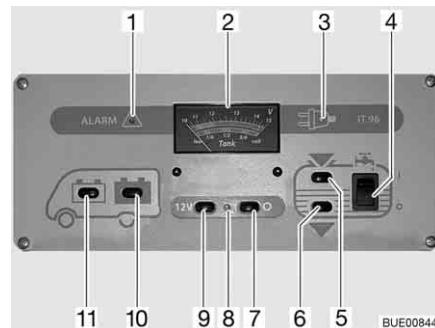

Bild 154 Panel IT 96-2
Med huvudbrytaren 12 V (Bild 154,7 och 9) kopplas panelen och bodelens 12 V-försörjning till eller från.
**Slå på:** ■ Tryck på knappen (Bild 154,9) "12 V": 12 V-försörjningen för bodelen är påslagen. Kontrolllampan (Bild 154,8) lyser grönt.
**Slå från:** ■ Tryck på knappen (Bild 154,7) "O": 12 V-försörjningen för bodelen är avstängd. Kontrolllampan (Bild 154,8) slocknar.
Med instrumentet V/tank (Bild 154,2) avläses den övre skalan. Instrumentets belysning tänds automatiskt när en knapp trycks in.
- Tryck på knappen (Bild 154,11) "": Startbatteriets spänning visas.
- Tryck på knappen (Bild 154,10) "": Bodelsbatteriets spänning visas.
På instrumentet V/tank kan vattennivån och avloppsvattennivån avläsas. På instrumentet V/tank (Bild 154,2) avläses den undre skalan. Instrumentets belysning tänds automatiskt när en knapp trycks in.
- Tryck på knappen (Bild 154,5) "": Vattenvolymen visas.
- Tryck på knappen (Bild 154,6) "": Avloppsvattenvolymen visas.
*Slå på:* ■ Vippkontakten (Bild 154,4) trycks in upptill "I": Vattenförsörjningen är aktiverad.
*Slå från:* ■ Vippkontakten (Bild 154,4) trycks in nedtill "O": Vattenförsörjningen är avstängd.
Den röda varningslampan "ALARM" (Bild 154,1) blinkar så snart spänningen i bodelsbatteri har sjunkit till under 11 V (mätning under pågående drift) och risk för djupurladdning föreligger.
Kontrollampan 12 V (Bild 154,8) lyser då huvudbrytaren 12 V (Bild 154,9) är inkopplad.
Den gula 230 V-kontrollampan (Bild 154,3) lyser när nätspänningen ligger på el-blockets ingång.